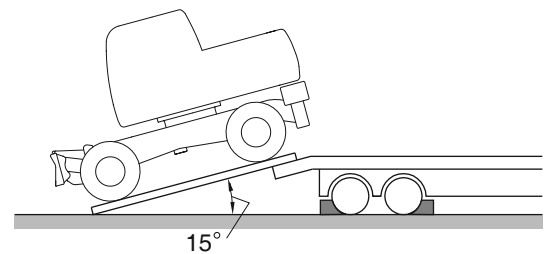

Figura 8
6. La unidad no necesita desmontaje para transporte normal por carretera. Si se deben quitar la pluma y el brazo, el contrapeso colocará más peso a la parte trasera de la máquina. Asegúrese de apoyar la excavadora en el remolque de manera que el extremo del contrapeso (extremo pesado) de la excavadora se ubique sobre la rampa primero. (Figura 8)